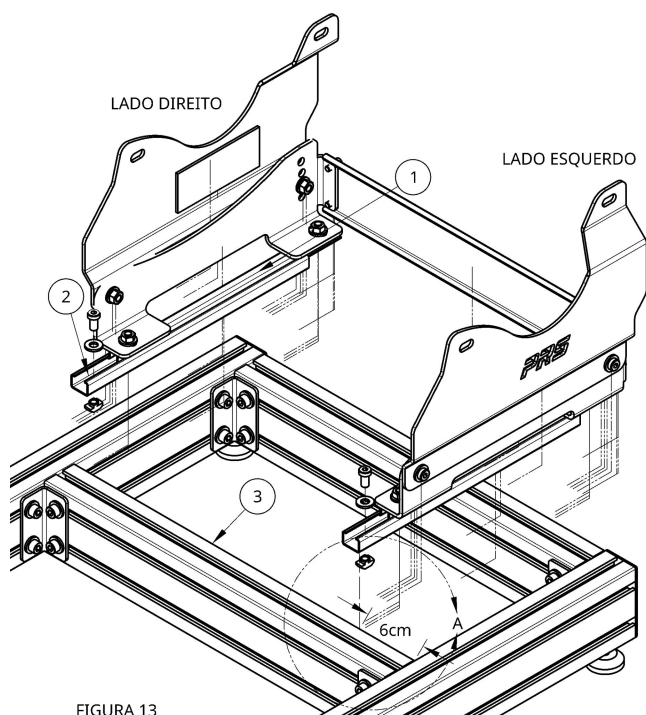

FIGURA 13
Posicione a estrutura do banco sobre a base do cockpit, conforme mostra a Figura 13, prendendo a parte frontal da base dos trilhos (2) na travessa central (3) da base do cockpit.